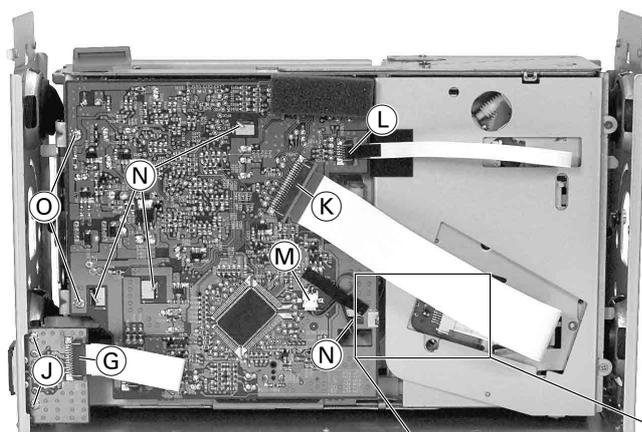
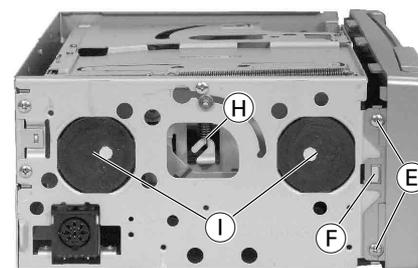

Fig. 4
Fig. 5
2. Frontblende abnehmen (Fig. 5 und 6)
- 4 Schrauben (E) heraus-schrauben, Rastnasen (F) ausrasten und Frontblende abnehmen.
- Flexprintstecker (G) (Fig. 4) öffnen.
- 2 Federn (H) aushängen (Fig. 5 und 6).
- Die 4 Dämpfer (I) (Fig. 5 und 6) abnehmen.
- 2 Schrauben (J) (Fig. 4) heraus-schrauben und Anschlussplatte abnehmen.
5. Hauptplatte ausbauen (Fig. 4)
2. Removing the front panel (Fig. 5 and 6)
- Undo 4 screws (E), undo the catches (F) and take off the front panel.
- Open flexprint connector (G) (Fig. 4).
- Unhinge 2 springs (H) (Fig. 5 and 6).
- Remove the 4 dampers (I) (Fig. 5 and 6).
- Undo 2 screws (J) (Fig. 4) and take out the connection board.
5. Removing the main board (Fig. 4)